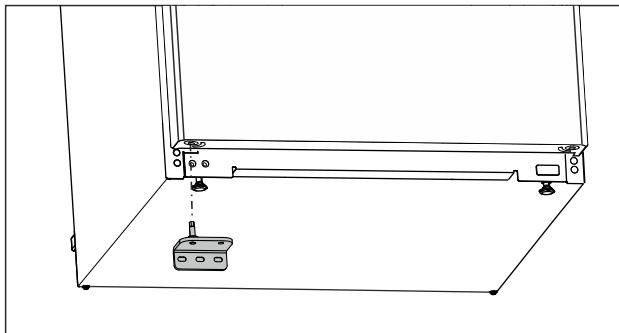

Fig. 20
- Vendosni bazamentin mbështetës të poshtëm në anën e kundërt. (shihni Fig. 20)